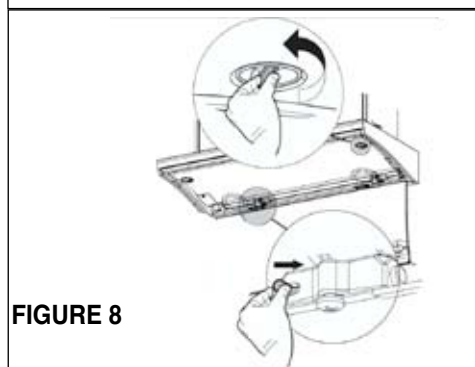
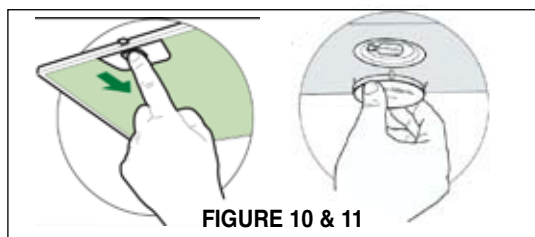

FIGURE 8
FIGURE 10 & 11
The metal grease filters should be cleaned frequently in hot detergent solution or placed in the dishwasher (see **FIGURE 10** for removing the grease filters. Clean exterior surfaces with hot soapy water. The inside of the comfort panel can be cleaned with a damp cloth. Using abrasives and scouring agents can scratch rangehood finishes and should not be used to clean. See (**FIGURE 8**) for removing the comfort panel to clean if you prefer, the panel can be cleaned on or off the hinges. Open the comfort panel by turning the 2 knobs on the left and right sides of the bottom. Remove the comfort panel by sliding the lever out of the pin on one side and sliding the comfort panel on the other end out of the pin. After cleaning replace the filters and reconnect the comfort panel and turn the knobs right.
3. Ouvrir le panneau tel que démontré à la **FIGURE 8** en tournant les deux boutons placés à gauche et à droite du panneau. Enlever le panneau en le glissant au dessus de la fiche sur un côté et en le glissant de l'autre côté hors de la fiche. Retirer le filtre à graisse en poussant la languette arrière. Glisser la visière de verre.
9. Remplacer les filtres à graisse (Figure 10) et replacer le panneau à la hotte en fixant les boutons du panneau en place (Figure 8). Rebrancher le conduit au registre d'alimentation et sceller toutes les connections.
Les filtres à graisse devraient être nettoyés fréquemment dans une solution d'eau chaude et de détergent ou placés au lave-vaisselle (voir FIGURE 10 pour enlever les filtres). Nettoyer les surfaces extérieures avec de l'eau chaude savonneuse. L'intérieur du panneau peut être nettoyé avec un linge humide. L'utilisation d'agents abrasifs peut égratigner le fini de la hotte. Ces agents abrasifs ne devraient pas être utilisés. Voir (FIGURE 8) si vous préférez retirer le panneau pour le nettoyer. Le panneau peut être lavé lorsque fixé ou non. Ouvrir le panneau en tournant les deux boutons de gauche et de droite. Enlever le panneau en le glissant d'un côté et de l'autre. Après l'avoir nettoyé, replacer les filtres et rebrancher le panneau et tournant les boutons vers la droite.